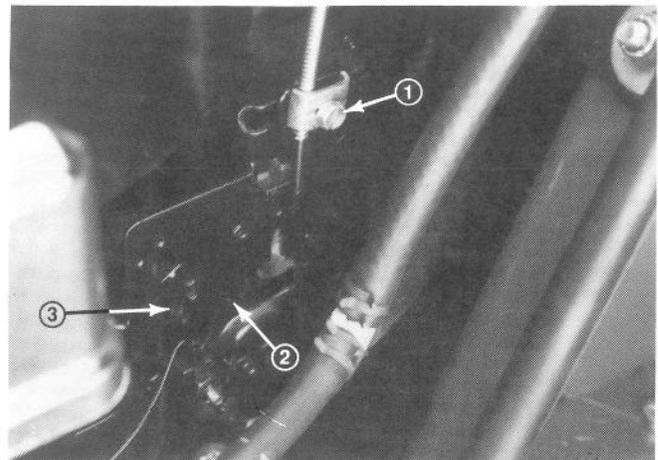

Abbildung 15
1. Die Motorhaube öffnen, die Schrauben, mit denen der Luftfilter abgesichert wird, entfernen und die Abdeckung des Luftfilters vom Filter abziehen (Abb. 15).
2. Den Schalthebel auf CHOKE stellen und die Stellung der Chokedrossel prüfen; diese muß jetzt vollständig geschlossen sein (Abb. 15).
3. Den Schalthebel auf SCHNELL stellen. Jetzt muß die Drosselklappe vollständig auf sein (Abb. 15).
2. Die Klemmschraube des Gas-Bowdenzugs (Abb. 15) lockern und das Kabeläußere zusammen mit dem Bowdenkabel soweit verschieben, bis die Drosselklappe das Verbindungsstück berührt.